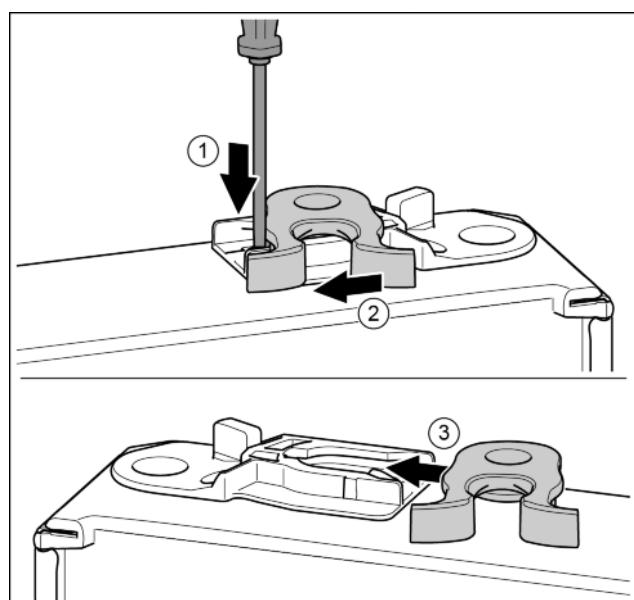

Fig. 19
- ▶ Odvijačem s prorezom pritisnite jezičac prema dolje. Fig. 19 (1)
- ▶ Izvucite kuku za zatvaranje iz vodilice. Fig. 19 (2)
- ▶ Gurnite kuku za zatvaranje na drugoj strani u vodilicu. Fig. 19 (3)